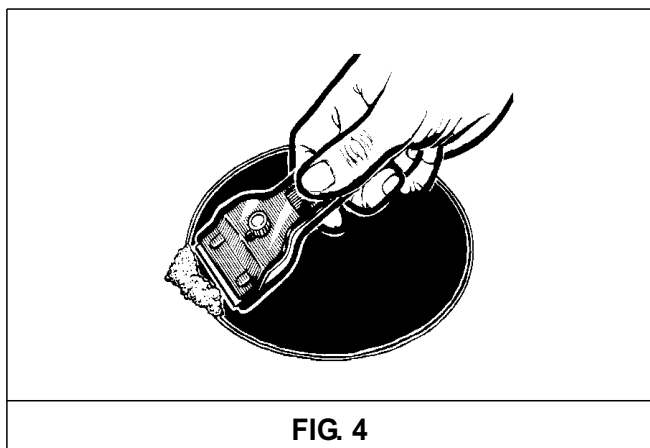

FIG. 4
- Pour la saleté résistante et les incrustations, utilisez un grattoir (fig. 4). **Tenez-le avec le plus grand soin pour ne pas risquer de vous blesser.**